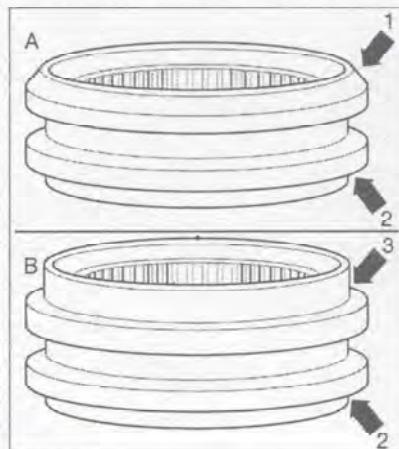

Рис. 7.88. Устанавливаются два типа скользящих муфт (А и В): с конусом (стрелка 1) или буртиком (стрелка 3).
18. Устанавливаются два типа скользящих муфт (А и В) (рис. 7.88):